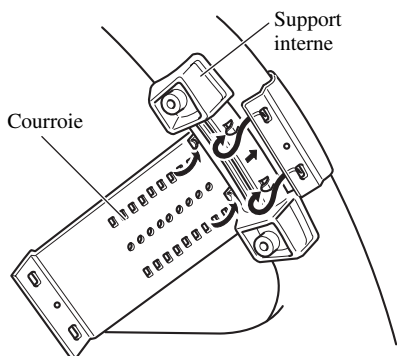

Fig. 7
1. Fixer le support interne à la circonférence intérieure du volant de direction avec la courroie. (Fig. 7)